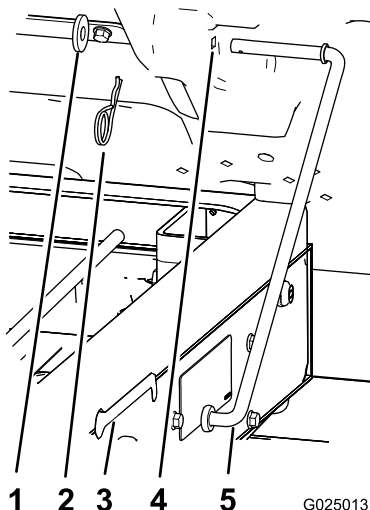

Figura 13
1. Retire a chaveta e a anilha que prendem a barra de apoio à parte inferior da plataforma (Figura 13).
2. Deslize a barra de apoio para a frente e remova-a do suporte na estrutura (Figura 13).